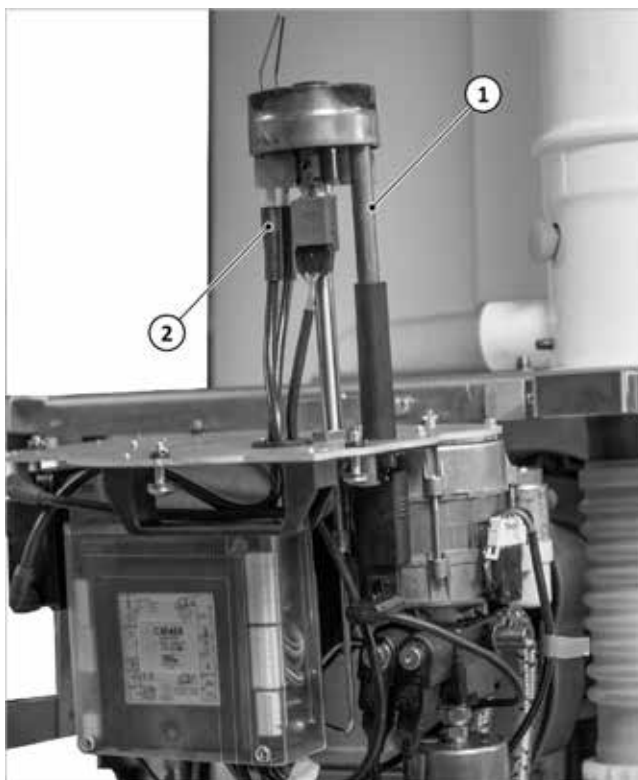

Fig. 116: Aggancio del bruciatore alla console
1. Estrarre la boccola di ispezione, vedere → Fig. 116 (1).